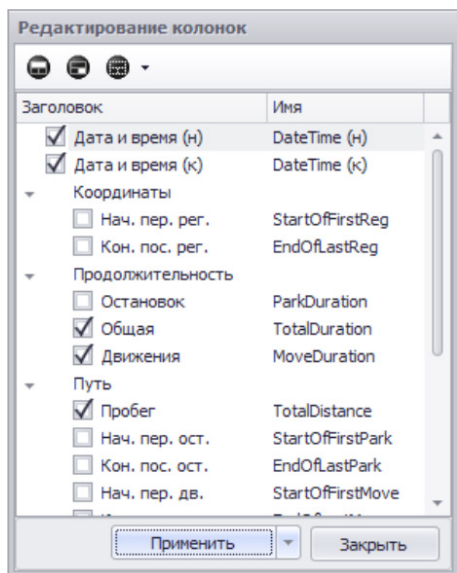

Рис.155. Меню редактирования колонок.
- нажать кнопку «Добавить пользовательскую колонку» на панели инструментов (верхняя строка) в меню «Редактирование колонок» (Рис.155).